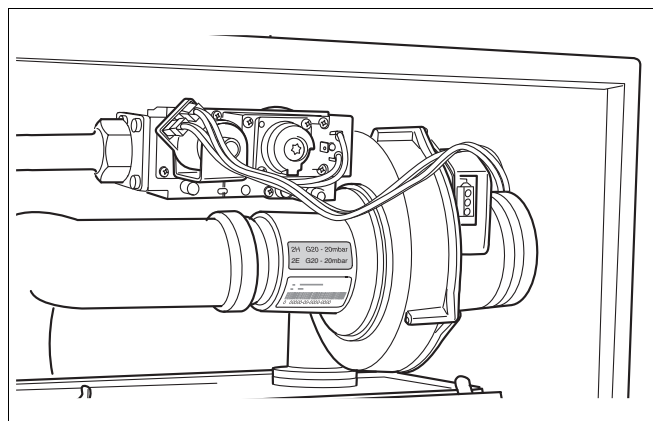

Рис. 77 Контроль наклеек с видом газа
- Проверьте соответствие типа используемого газа указанному на этикетке (рис. 77).